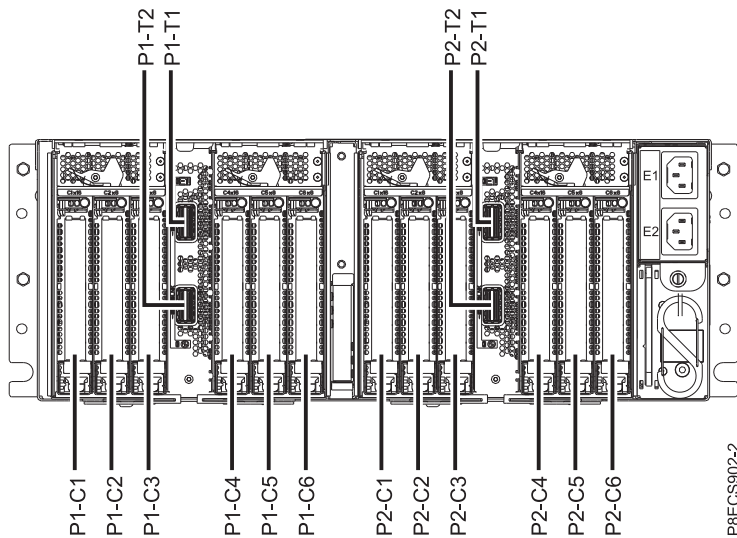

Figura 1. Ubicaciones de las ranuras de adaptador PCIe en el cajón de expansión PCIe3
2. Determine la ranura en la que desee instalar un adaptador PCIe. Consulte Reglas de ubicación del adaptador PCIe y prioridades de las ranuras para el cajón de expansión de E/S Gen3 PCIe. Las ranuras de adaptador PCIe se encuentran en la bahía del módulo de E/S instalada en la parte posterior del cajón de expansión PCIe3. Figura 1 en la página 2 muestra los códigos de ubicación del adaptador PCIe.